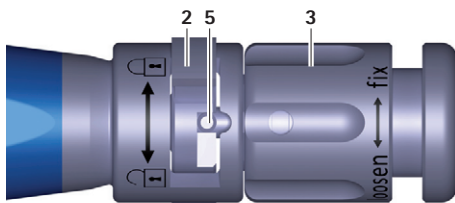
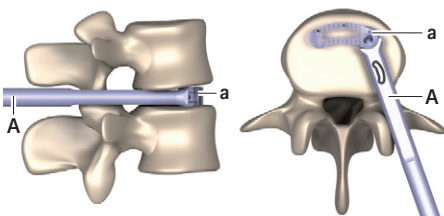

Fig. 3 Em visualização de proximidade do instrumento introdutor; comutador fechado
Fig. 11 Implante na posição final
- ▶ Rodar o comutador **2** para a direita (sentido ) , ver Fig. 3.
- ▶ Rodar a porca giratória **3** no sentido contrário ao dos ponteiros do relógio (sentido "loosen"), até o pino **5** se encontrar totalmente no comutador **2**, ver Fig. 3. Ter atenção para que o pino **5** não fique preso no comutador **2**.
- ▶ Rodar o comutador **2** para a direita (sentido ⤴), ver Fig. 3.
- ▶ Assim que seja atingida a posição final (ver Fig. 11): rodar a porca giratória **3** no sentido contrário ao dos ponteiros do relógio (sentido "loosen"), até o pino **5** se encontrar totalmente no comutador **2**, ver Fig. 3. Ter atenção para que o pino **5** não fique preso no comutador **2**.
- ▶ Rodar o comutador **2** para a direita (sentido ↷), ver Fig. 3.